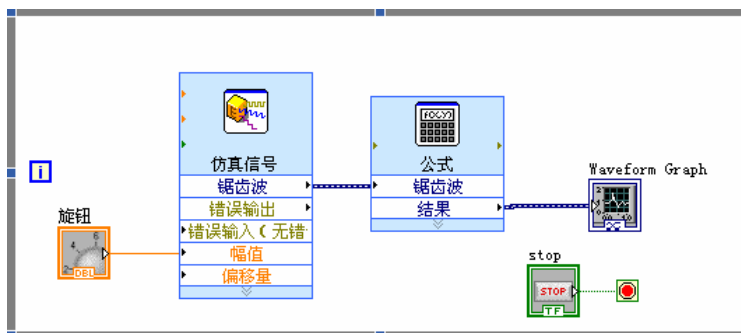

图 6-18 连线
- 修改信号。切换到程序框图窗口，删除“仿真信号”与 Waveform Graph 接线端之间的连线，打开 Express 子选板，选择算术与比较模板上的“公式”图标，并将其放置在程序框图循环内，即位于“仿真信号”与 Waveform Graph 接线端之间的位置上，如图 6-18 所示。
单击“确定”按钮，保存当前配置并关闭配置公式对话框，并按图 6-18 连线。